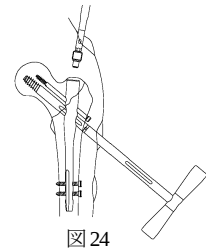

図24
- 23) ストレートドライバー（ホールド型）にエンドキャップを組み付け、グリップ後端の中軸つまみをねじ込み固定します。ラグスクリュー用インサータに、ロック用ラグスクリュー T レンチを取り付け、ラグスクリューの溝合わせを行いながら、エンドキャップを確実に挿入し固定します。（図24）